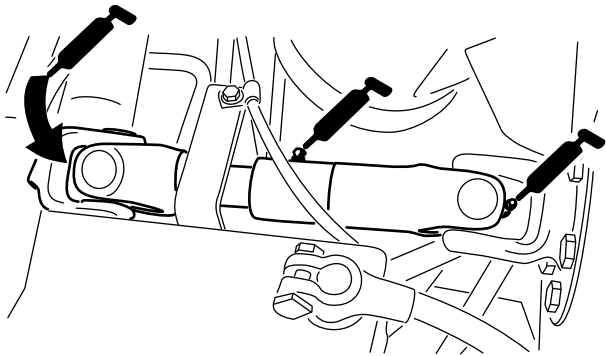

Figura 30
- Giunto ad U del semiasse fra motore e pompa (3) (Figura 30)